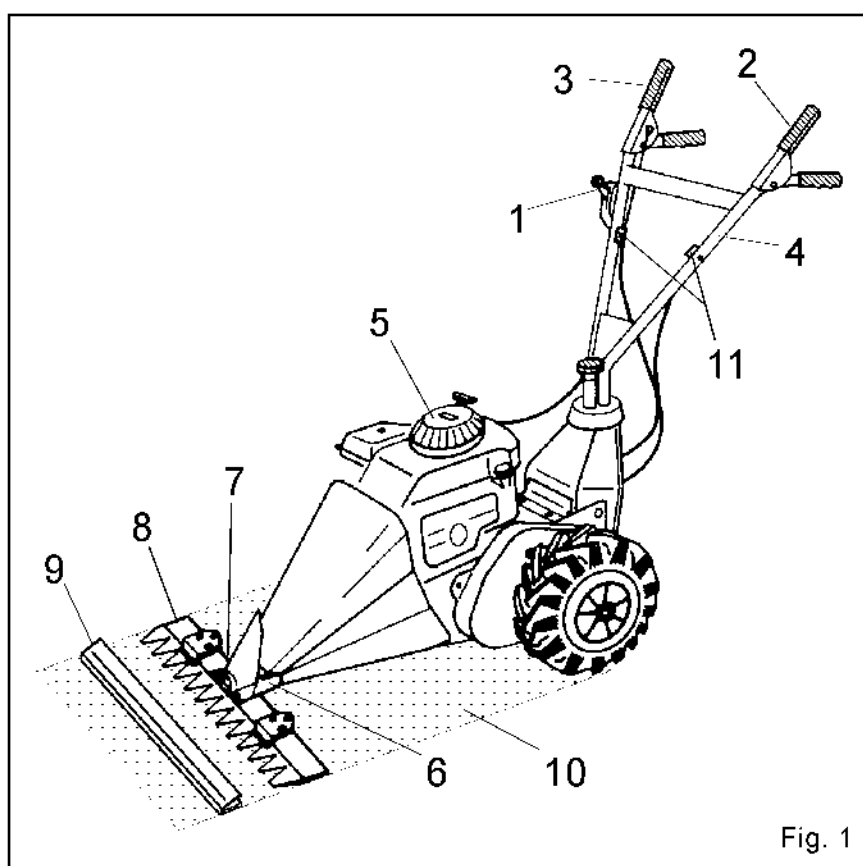

Fig. 1
- Libérer l'écrou M 6 au niveau de la pièce de blocage de la gaine du câble Bowden (fig. 1, pos. 11).